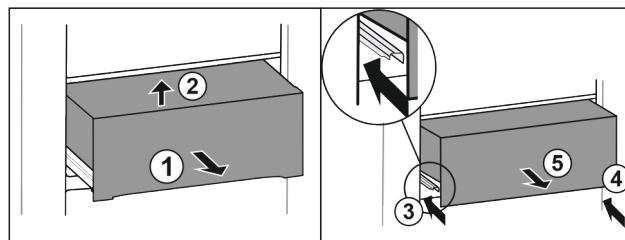

Fig. 22
- ▶ Estrarre il cassetto a metà Fig. 22 (1).
- ▶ Sollevare dal lato anteriore Fig. 22 (2).
- ▶ Inserire la guida a sinistra Fig. 22 (3).
- ▶ Inserire la guida a destra Fig. 22 (4).
- ▶ Rimuove il cassetto tirandolo in avanti Fig. 22 (5).